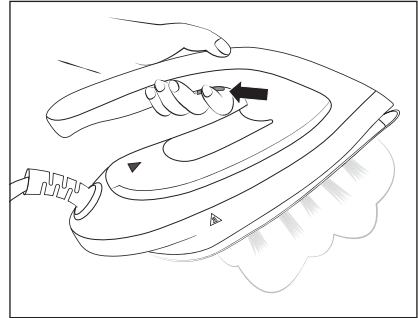

Fig. 5
❶ Indicación
- 1) Deje que la plancha de vapor ❶ se caliente hasta que el botón **MAX** ❷ o **ECO** ❸ se ilumine de forma permanente.
- 2) Retire la plancha de vapor ❶ de la base de apoyo ❶ y pulse el botón de chorro de vapor ❷ durante el planchado (consulte la fig. 5). El vapor saldrá por los orificios de salida de la suela de la plancha ❹.